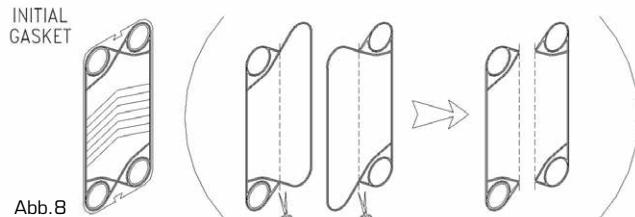

Abb. 8
- Durchtrennen Sie die zwei Dichtungen entlang der vertikalen Achse und verwenden Sie die beiden Hälften, die ein Dichtungsband um das Sammelrohrloch (Abb. 8) legen. Zusammen ergeben sie eine komplettete Anfangsdichtung. Die beiden anderen Hälften werden entsorgt.